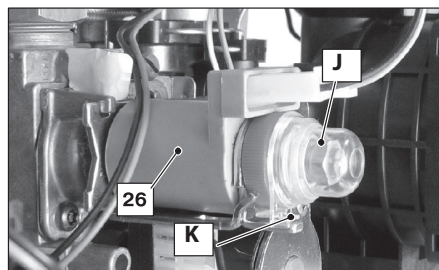

Рисунок 7.2
- Снимите защитную заглушку «А» модулирующего устройства 26 (Рисунок 7.2), освободив ее от упора «В» (с этой целью поверните ее по часовой стрелке и подденьте отверткой).
- Установите на место защитную заглушку «А» (Рисунок 7.2).